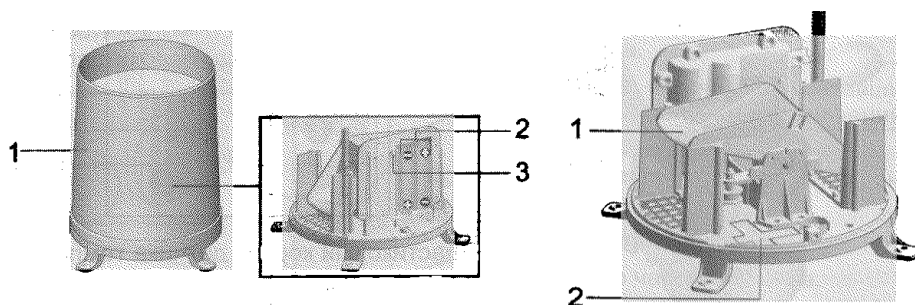

Рисунок 6 Датчик уровня выпавших осадков
Датчик уровня выпавших осадков (см. рисунок 6). Основной компонент – емкость сбора выпавших осадков(1). Имеется отсек для батареек(2), кнопка «сброс настроек»(3), воронка(4) и индикатор уровня выпавших осадков(5).